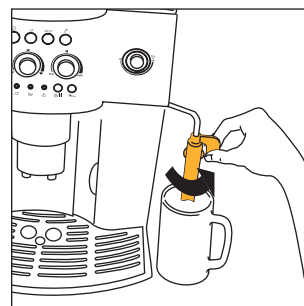
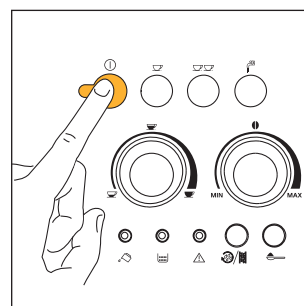
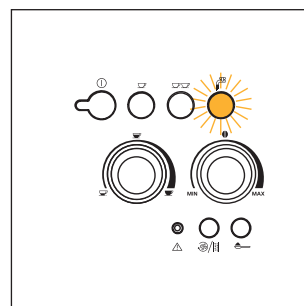

Fig.3
Fig.4
Fig.22
2. Spostare il cappuccinatore verso l'esterno, posizionarvi sotto una tazza (fig.3) e accendere la macchina premendo il tasto ① (fig. 4).
- Ruotare il cappuccinatore verso l'esterno della macchina (fig. 3).
- Posizionare un contenitore sotto il cappuccinatore (fig. 3).
- Posizionare un contenitore vuoto sotto il cappuccinatore (fig. 3). Ruotare la manopola vapore di mezzo giro in senso antiorario fino a fine corsa (la spia  si accende in modo lampeggiante, fig. 22). Far defluire per qualche secondo l'acqua mista a vapore finchè esce solo il vapore.